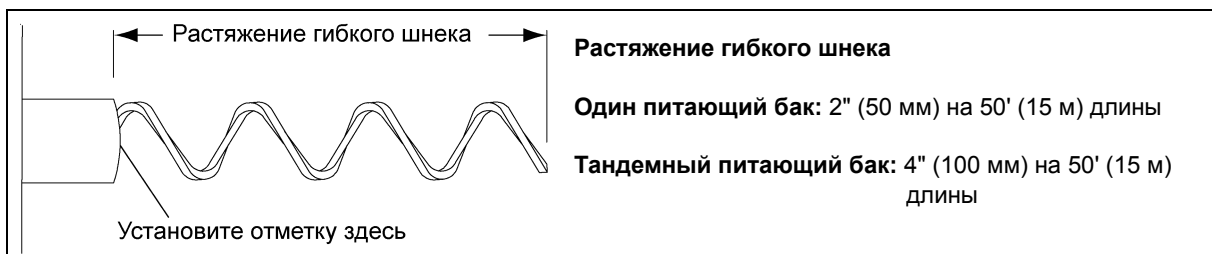

Рисунок 5Z Растягивание шнека
7. Вытяните шнек из трубы на требуемую величину. Измерьте длину между меткой и входным патрубком разгрузочного устройства. После надлежащего растягивания нанесите метку на шнек еще раз у патрубка разгрузочного устройства. См. рис. 5Z на стр. 29. Чрезмерное растяжение шнека приводит к преждевременному износу внутренних сгибов трубы из ПВХ. Недостаточное растяжение шнека приводит к преждевременному износу внешних сгибов трубы из ПВХ.